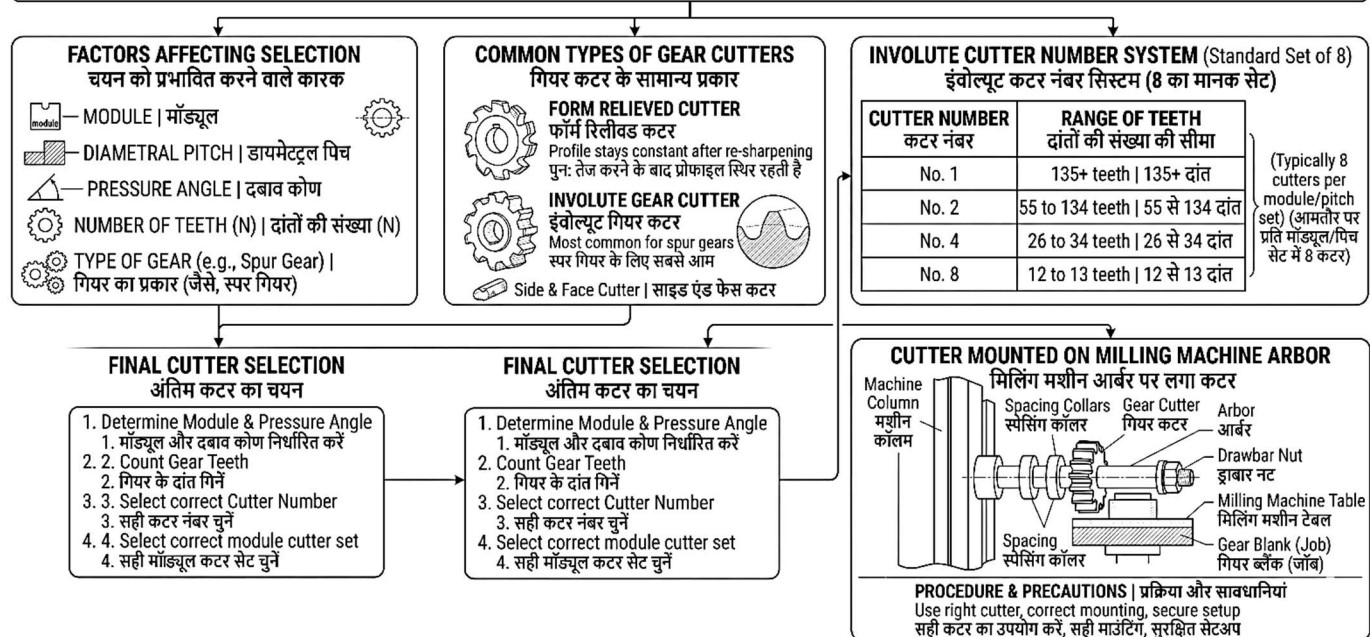

Fig. 2.8: Selection of Gear Cutter and Cutter Forms | गियर कटर का चयन एवं उसके रूप
2.8.1 Introduction (Fig. 2.8)
2.8.1 परिचय (Fig. 2.8)